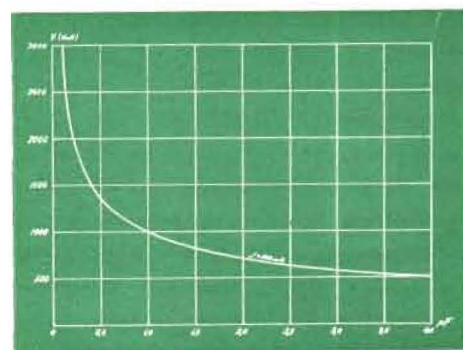

Fig. 4.
ter. Hur stora dessa överspänningar kunna vara framgår av de tidigare omtalade försöken (fig. 4).
I vårt aprilnummer genomgick vi det fullständiga kopplingsschemat (fig. 4), vilket inte skiljde sig mycket från det, som ligger till grund för vår konstruktion. Till tjänst för läsare, som eventuellt inte ha det ifrågavarande numret, av vilket endast ett fåtal exemplar finnes att tillgå hos vår expedition,
Fig. 4. Kopplingsschema. R_2 — 50,000 ohm. R_3 — 425 ohm. R_4 — 200 ohm. R_5 — 775 ohm. R_6 — 4,700 ohm. R_7 — 25,000 ohm. R_8 — 100,000 ohm. R_6 — 500,000 ohm. R_{10} — 20 ohm. C_1 — 2 mfd. C_3 och C_4 — 1 mfd. C_5 — 300 ohm. Tr_1 — primär 220 (127) volt — sekundär 2,5 — 2,5 — 2×400 — $2 \times 2\frac{1}{2}$ volt. Tr_2 — 1:1.